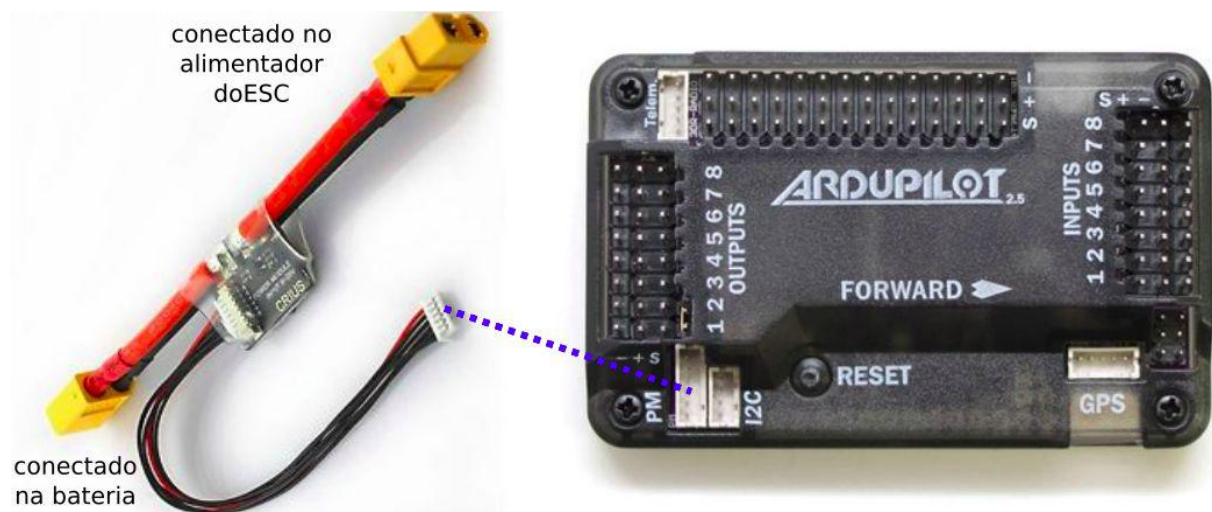
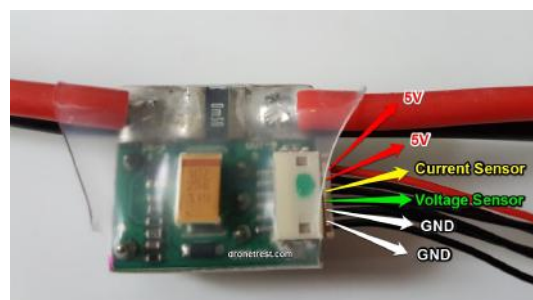

Figura 1.8: Conexão do power module na APM.
Figura 1.9: Pinagem do power module.
2.9 - Para conectar o power module ao drone faça o seguinte: Primeiramente solde os componentes do power module caso não tenham sido soldados ainda. Por fim conecte os pinos na APM conforme figura 1.8. A Figura 1.9 mostra a pinagem do power module.